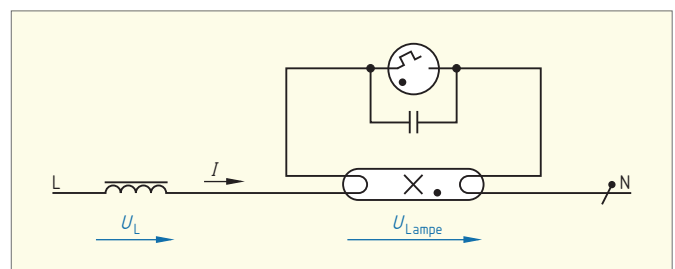

Bild 2: Leuchtstofflampenschaltung
- Welche Änderungen muss man in der Leuchtstofflampenschaltung (► Bild 2) vornehmen, wenn man die Anlage auf LED-Röhren umrüstet?